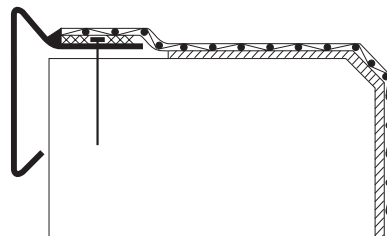

Fig. 5: Collage en plein
**ALKORPLUS81040** (consommation de min. 2 x 150 g/m2). L'acrotère est fini par mise en place d'un profil de rive en tôle colaminée (ex. Fig. 5). Dans ce cas, ni l'utilisation de la mousse de compression **RENOLIT ALKORPLUS81058**, ni une fixation mécanique intermédiaire, sont nécessaires.